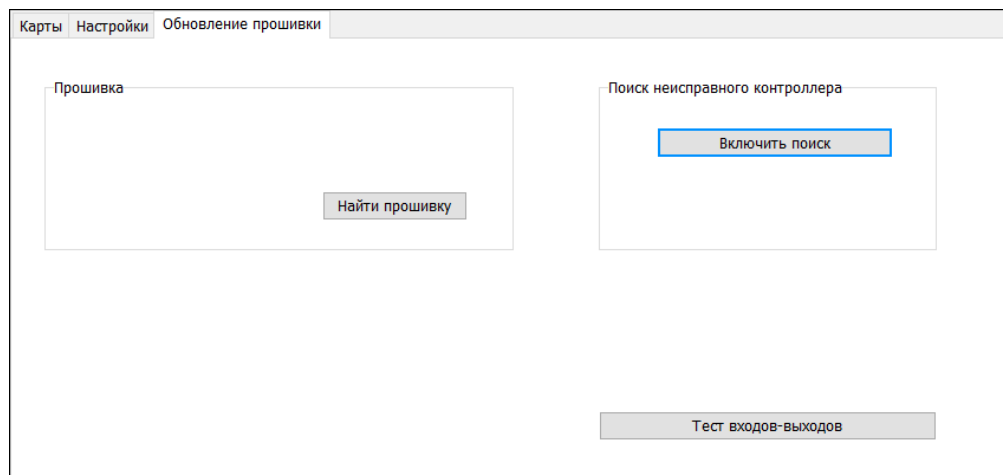

Рис.21. Включение поиска неисправного оборудования
3. Перейдите на вкладку «Обновление прошивки» и нажмите в разделе «Поиск неисправного контроллера» кнопку «Включить поиск» (**Рис.21**).